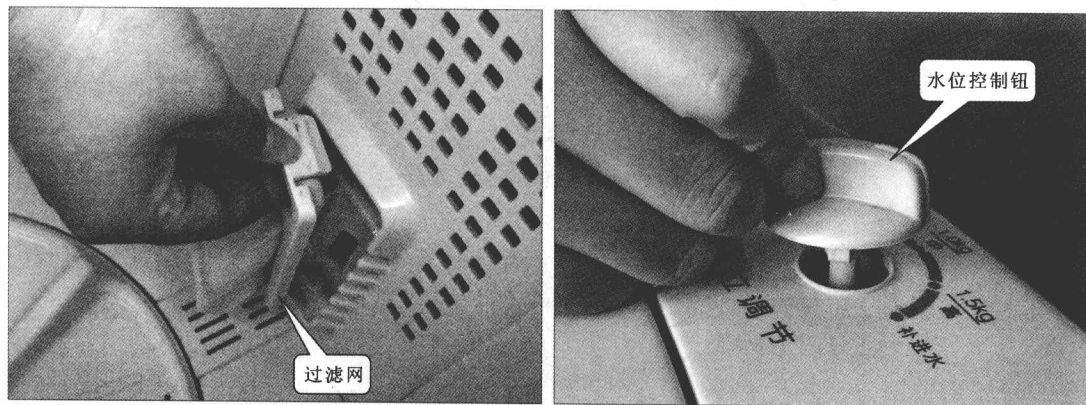

图 1-4 取下过滤网和旋钮
② 在拆卸之前,先将洗衣机内部的过滤网和各个旋钮取下来,如图 1-4 所示。